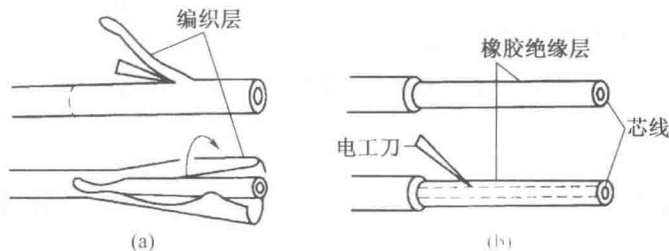

图 1-12 橡皮线绝缘层的剖削
(4) 橡皮线绝缘层的剖削方法和步骤如下：
① 先把橡皮线编织保护层用电工刀划开,其方法与剖削护套线的护套层方法类同。
② 然后用剖削塑料线绝缘层相同的方法剖去橡皮层。
③ 最后剥离棉纱层至根部,并用电工刀切去。操作过程如图 1-12 所示。